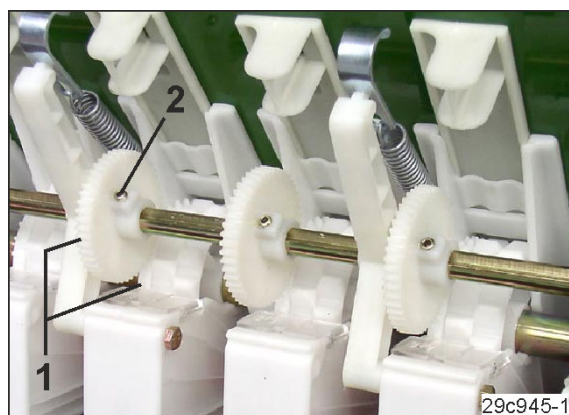

Fig. 244
6. Engatar os dentes (Fig. 244/1) do pinhão motriz e das rodas de sementeira fina de sulcos de marcha.
7. Apertar os parafusos sextavados (Fig. 244/1) dos pinhões de acionamento no entalhe do contra-eixo sem tensão.